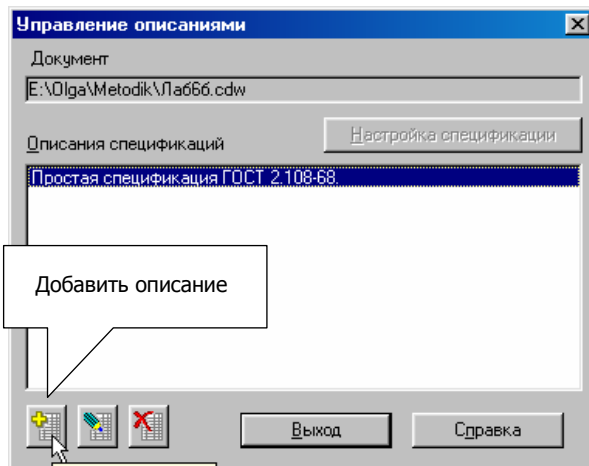

Рис. 20
2. Выполните команду **Сервис – Объекты спецификации – Управление описаниями**. В диалоговом окне **Управление описаниями** проверьте подключение простой спецификации, рис. 20.
После этого Вы вернетесь в окно **Управление описаниями**, в котором в список подключенных описаний добавился выбранный вами стиль, щелкните на кнопке **Выход**, рис. 20.